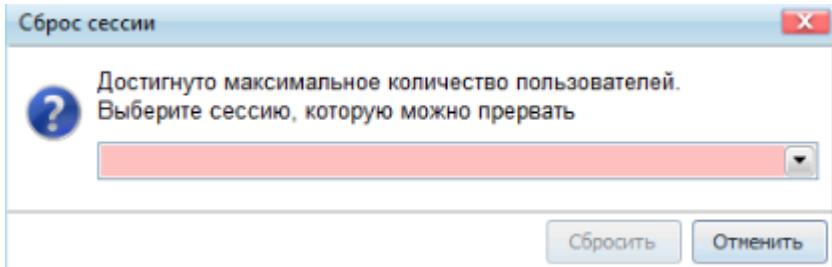

Рисунок 7.37 – Модальное окно «Сброс сессии»
- флаг «*Привилегированный пользователь*» – по умолчанию не установлен. Пользователю, наделенному этим признаком, при авторизации в системе, когда свободных лицензий уже нет, отображается модальное окно «Сброс сессии» (Рисунок 7.37). Пользователю, у которого настроена NT-авторизация и который наделен признаком «*Привилегированный пользователь*», при авторизации в системе, когда свободных лицензий уже нет, отображается модальное окно «Сброс сессии». Для сброса сессии необходимо в модальном окне «Сброс сессии» из раскрывающегося списка активных сессий выбрать сессию пользователя только нужной подсистемы. Для сохранения установленного признака «*Привилегированный пользователь*» необходимо нажать кнопку [Сохранить]. Флаг можно установить, даже если пользователь объявлен не действующим. Если признак «*Привилегированный пользователь*» был установлен у действующего пользователя, а признак «*Действующий пользователь*» потом был снят, флаг «*Привилегированный пользователь*» будет по-прежнему установлен.